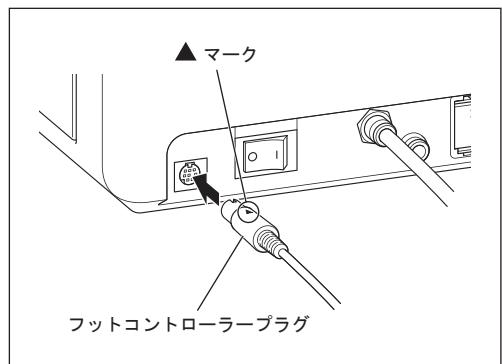

図5
- 2) ▲マークを上にしてフットコントローラープラグをフットコントローラーソケットに挿し込みます（図5）。